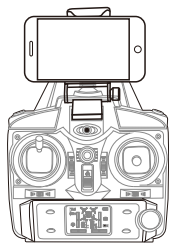

Abbildung 8
2. Setzen Sie den Handy-Halter dann auf die Kupplung mittig, oben an der Fernbedienung auf und drücken Sie diese mit sanftem Druck hinunter bis sie hörbar einrastet. (Abbildung 8)